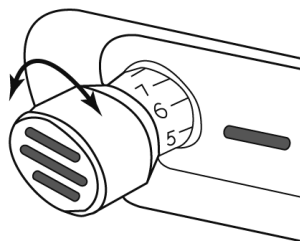

Abbildung 15 Justierknopf für die Stärke
- Heben Sie die Transportrollen und die beweglichen Auslaufrollen an, indem Sie den Justierknopf für die Stärke (siehe Abbildung 15) auf die maximale Stärke drehen (Skalenwert "5").